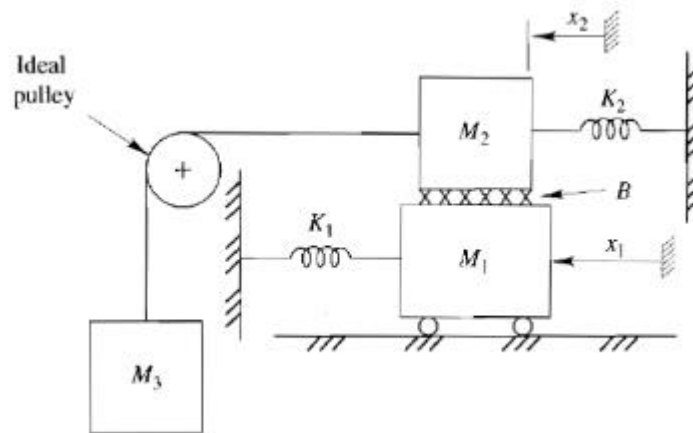

Figura 1: Sistema Mecánico Traslacional
- Modelar el sistema descrito en la Figura 1, considerando valores de las constantes que se puedan encontrar en el mundo real.